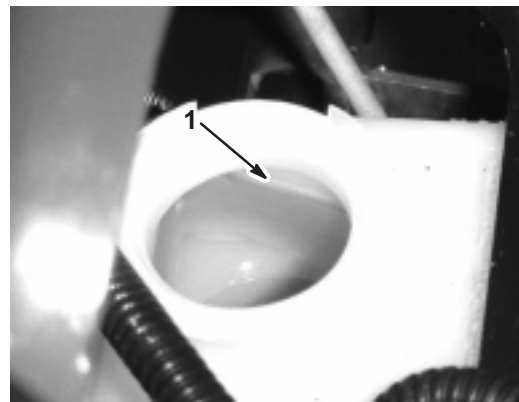

Figure 9
2. Le niveau de liquide doit atteindre le repère du plein (Full) sur le réservoir (Fig. 9).